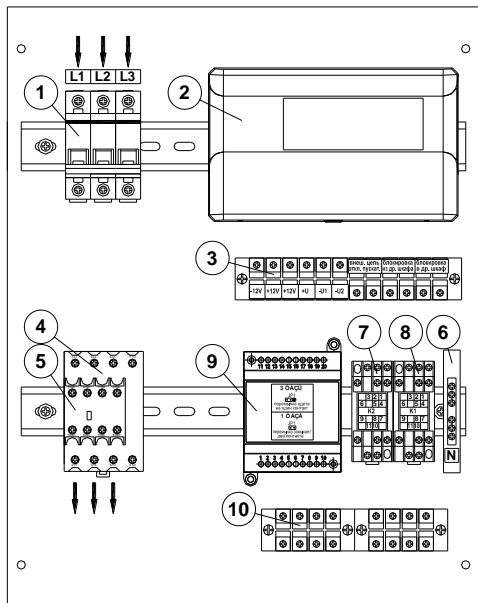

Рис.2. Внешний вид монтажной панели
Для ШУЭ-5,5-ХР777... ШУЭ-30-ХР777 подключить ноль электрической сети переменного тока (N) и нулевой провод внешней нагрузки к клеммной колодке (6) (см. рисунок 2).